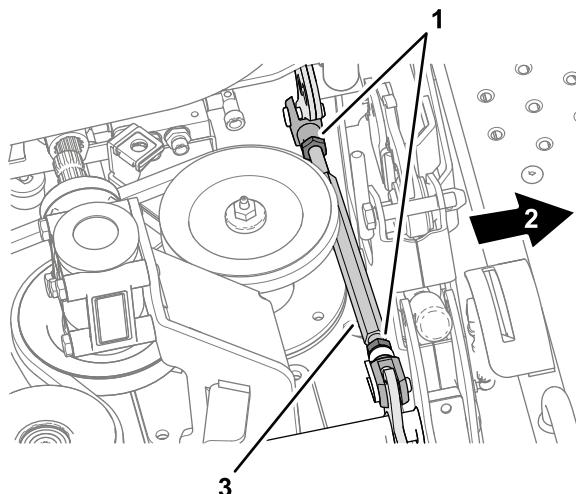
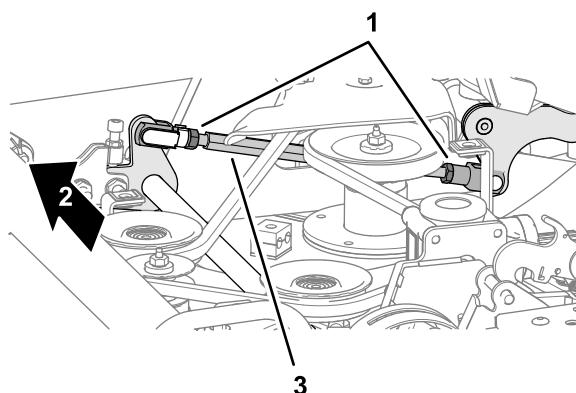

図 128
図 129
- B. デッキの左右で、デッキ傾斜アジャスタ図 128と図 129のジャムナットをゆるめる。